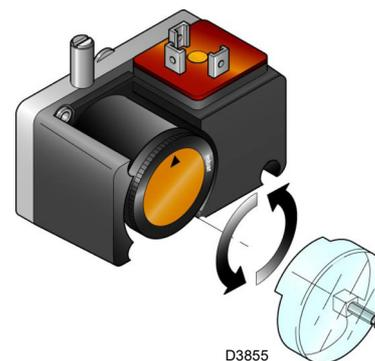

Fig. 33
- Regolare il pressostato per il controllo di tenuta (Kit PVP)(Fig. 33 a pag. 32), se presente, secondo le istruzioni a corredo del kit stesso.
Regolare il pressostato per il controllo di tenuta (kit PVP)(Fig. 33) secondo le istruzioni a corredo del kit stesso.